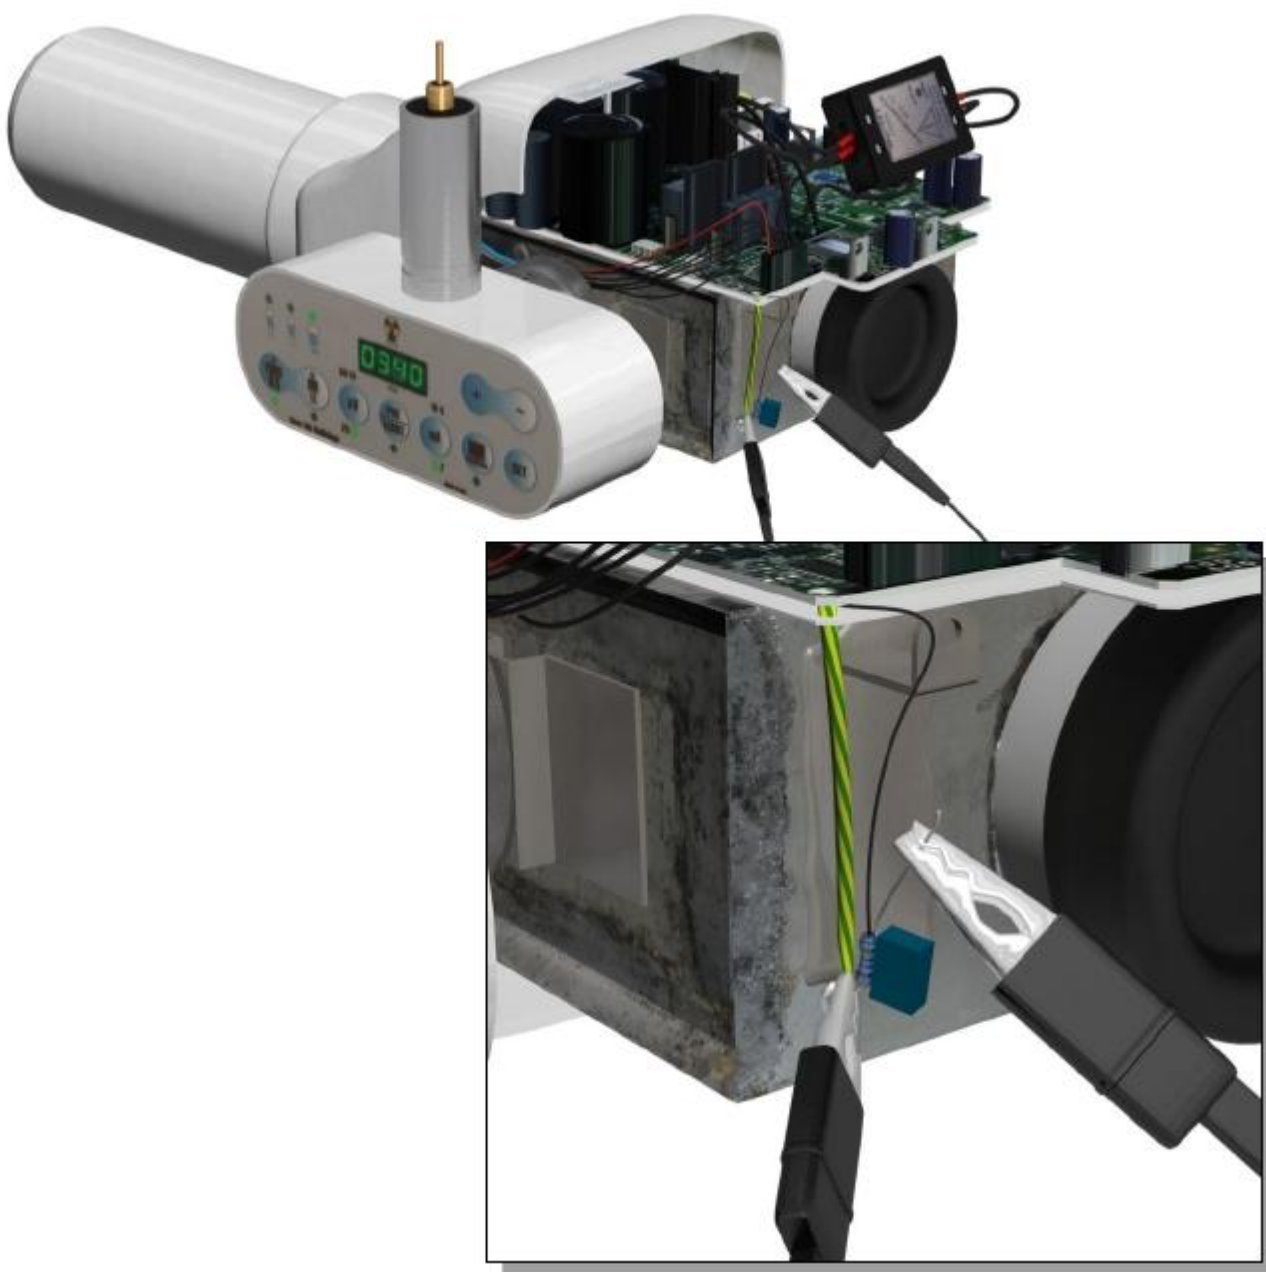

рис. 21
- ✓ После удаления задней панели, как на рис.21, подсоедините осциллограф/тестер по обе стороны резистора к 1КΩ.
Необходимо установить полную шкалу измерителя в подходящем виде с целью измерения напряжения по обе стороны резистора; затем после позиционирования конца муфт измерителя по обе стороны резистора (как показано на предыдущем рис. 21), установите время экспозиции на достаточно долгое время, чтобы позволить измерителю прочитать напряжения (порядок величины экспозиции примерно 1 сек.) Ожидаемое значение, как и в предыдущем случае, составляет примерно $7В / 4 В$ в зависимости от значения тока, установленного на таймере (к каждому $В$ соответствует $1 мА$)